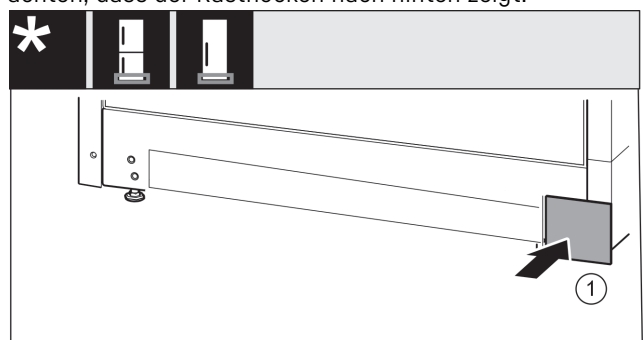

Fig. 32
- ▶ Abdeckung Fig. 32 (1) auf der anderen Seite wieder aufsetzen.